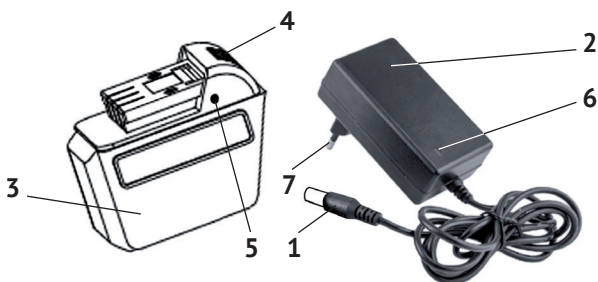

рис. 2
- вставить штекер (рис.2 поз.1) ЗУ (рис.2 поз.2) в разъём (рис.2 поз.5) АБ (рис.2 поз.3);
- высветится красным цветом индикатор (рис.2 поз.6) – начат процесс зарядки;